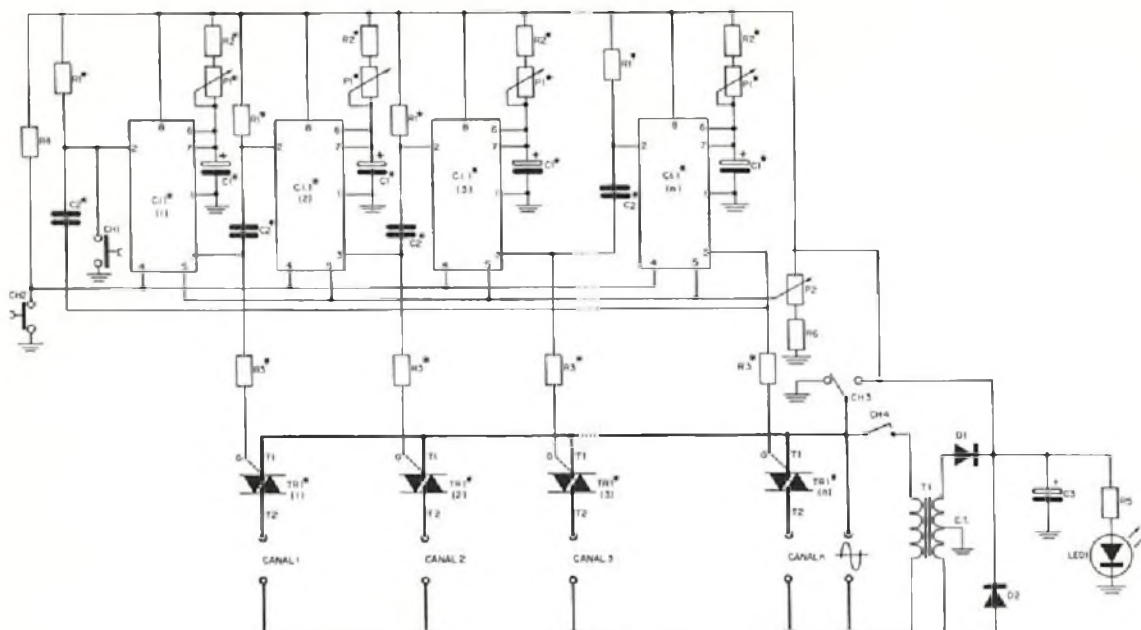
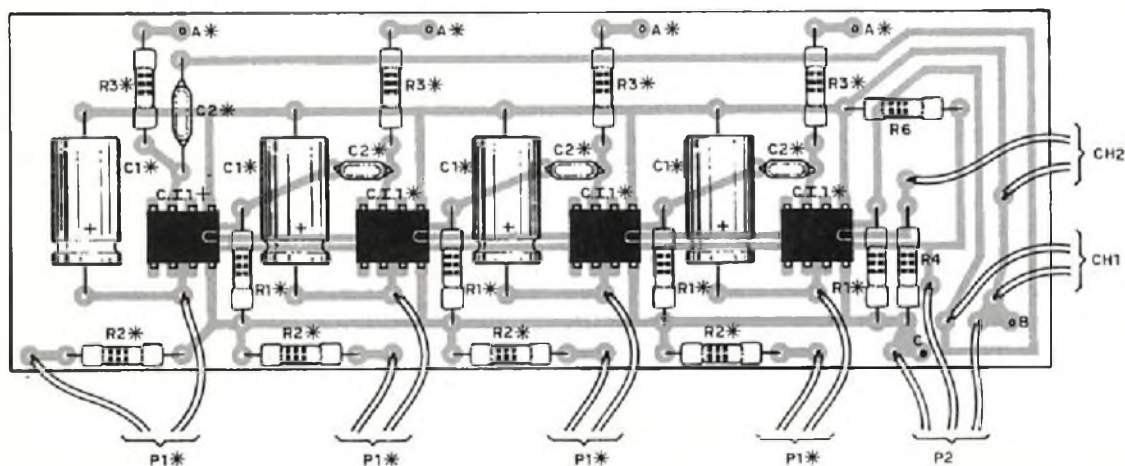
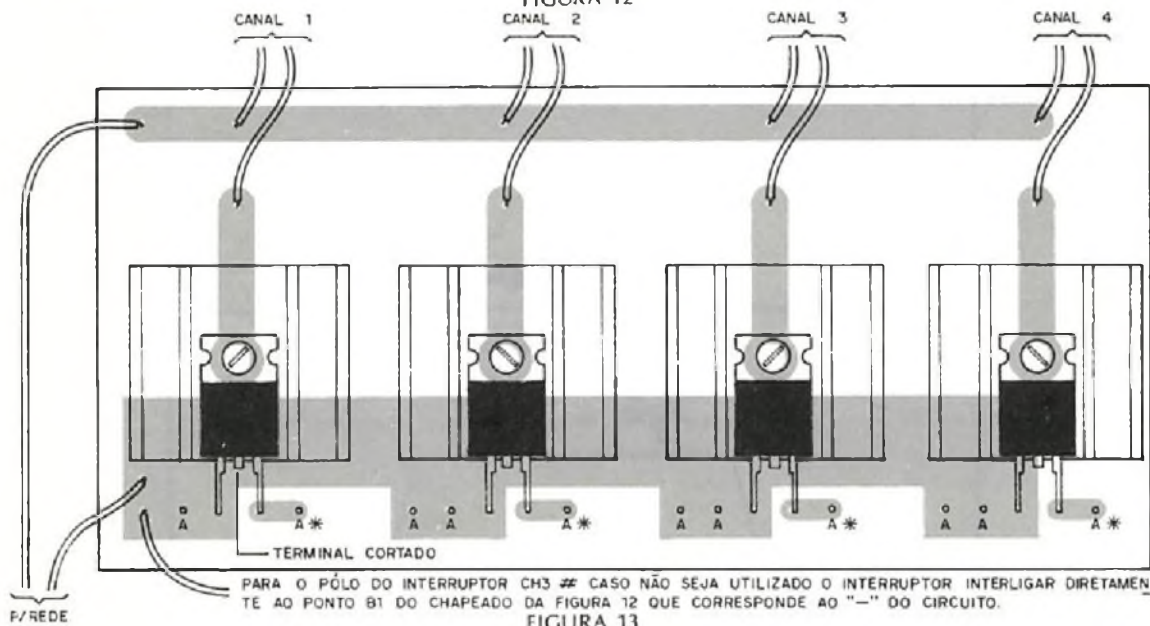

FIGURA 6
FIGURA 9
FIGURA 13
Após essa breve conceituação teórica estamos aptos a entender o funcionamento do nosso circuito sequencial de n canais. Na figura 6 temos o diagrama esquemático completo, incluindo a fonte de alimentação; os componentes assinalados com um asterisco repetem-se para cada canal; se por exemplo quisermos um super sequencial de vinte canais, teremos de adquirir 20 resistências R1, 20 integrados C.I.1, 20 capacitores C2, 20 TRIACs e assim por diante, contudo, apenas será necessária uma resistência R4, um interruptor CH1, um único transformador T1, etc.
O princípio de funcionamento do circuito, figura 6, é dos mais simples conforme veremos a seguir.
Se o interruptor CH3 se encontrar na posição indicada pela figura 6 não haverá circulação de corrente pela junção T1-G dos TRIACs e dessa forma os canais estarão inibidos, ou seja, as lâmpadas a eles conectadas estarão apagadas. Mas se o interruptor CH3 for comutado para a outra posição, que referencia o terminal T1 ao (+) de alimentação, haverá circulação de corrente através de CH3, terminal T1 dos TRIACs, respectivos resistores limitadores R3 e respectivas saídas (em zero volts - repouso) dos integrados; ora, havendo circulação de corrente por essa junção dos TRIACs, eles passam a conduzir "fechando" o "contato" T1-T2 com o que a lâmpada "pendurada" a cada canal irá acender. Daqui nota-se que CH3 é o responsável pelo modo de operação do circuito.
za e o canal 1 seja ativado (estamos supondo que CH3 ocupa a posição indicada pela figura 6); a transição ascendente do sinal de C.I.1\* (1) também é transmitida à entrada 'disparo' do estágio à frente, porém ela será ignorada já que essa entrada, pino 2, é apenas sensível a pulsos de amplitude inferior a 1/3 de +Vcc.
Estando CH3 na posição contrária à indicada na figura 6, todas as saídas, estarão habilitadas quando o dispositivo se encontrar em repouso e tão logo seja ativado através de CH1, será inibido o primeiro canal; momentos após voltará a ficar ativo, porém será a vez do canal 2 ficar inibido, e assim sucessivamente. Por aqui vemos que neste modo de funcionamento todas as lâmpadas ficam ativas exceto uma que, digamos, irá "deslocando-se" de posição para a posição imediatamente posterior, ou em outras palavras: em um momento qualquer, apenas teremos UMA lâmpada apagada (o contrário ocorre quando CH3 aterra os terminais T1 dos TRIACs, figura 6). Ainda em relação a esta modalidade de funcionamento, onde apenas um canal fica desativado, há de se observar o consumo de energia de todo o conjunto o qual em alguns casos, poderá superar a máxima corrente capaz de ser manipulada pela tomada (macho e/ou fêmea) ou pela própria fiação onde estiver ligado o aparelho. De fato, se dispusermos de 21 canais (500W cada) e optarmos por essa última modalidade de funcionamento do circuito onde, neste caso, ficam pelo menos 20 canais ativos, poderemos "puxar" em torno de 20 x 500W, ou seja, 10KW!!! Isso equivale, sob 110 volts, a uma corrente por volta dos 100 ampères! Haja fiação "parruda" para aguentar tal corrente! Isso sem falar nas tomadas!
Cabe aos potenciômetros P1\* estabelecer o tempo, até certos limites, durante o qual o respectivo canal ficará ativo, quer acendendo a lâmpada que serve de carga (CH3 na posição da figura 6), quer apagando-a. Este ajuste individual, pertinente a cada canal, permite inúmeros efeitos como o de ir deixando cada canal, a partir do primeiro, mais tempo ativo; outra idéia é estabelecer os maiores períodos para os canais de ordem par e os menores para os canais de ordem ímpar, ou seja, canais 1, 3, 5, etc. Certamente o leitor encontrará uma quase infinidade de formas diferentes de utilizar essa facilidade oferecida pelo circuito.
Além do ajuste individual pertinente a cada saída ou canal, existe um outro comando que provoca maior, ou menor, velocidade de varredura para o circuito. Estamos referindo-nos ao potenciômetro P2, figura 6: quanto mais se dirigir o seu cursor em direção a +Vcc tão menor se tornará a velocidade de varredura e, em caso contrário, quanto mais próximo do potencial nulo se situar esse cursor tão mais rápida se tornará a varredura, isto é, mais rapidamente o circuito retornará à sua posição inicial, porém manterá a proporcionalidade entre os períodos de temporização individuais; explicando melhor: suponha que dois canais adjacentes, ou não, apresentem, respectivamente, o período de 1 segundo e 0,5 segundo (razão  $1 \div 0,5 = 2$ ), ao girar o cursor de P2 suporemos que o período do primeiro monoestável passe a ser de apenas 0,2 segundo, se isso ocorrer, o outro passará a apresentar um período de temporização de
As linhas mais grossas do desenho da figura 6 sugerem que tais ligações devem ser feitas com fio de grosso calibre compatível com a corrente que irá circular.
Portanto, a primeira coisa a decidir é a quantidade de canais desejada, não ignorando o fato do custo aumentar quase que proporcionalmente a essa quantidade. Também não deve ser deixado de lado as limitações de consumo normalmente existentes nas instalações elétricas conforme foi mencionado anteriormente; isto nos leva a uma segunda decisão: ou montamos o circuito conforme o diagrama esquemático da figura 6, ou retiramos o interruptor CH3 mantendo permanentemente 'aterrado' os terminais T1 dos TRIACs e aí teremos apenas UM canal ativo em dado momento, podendo, neste caso, utilizar-nos da máxima potência de cada canal (500W/110V).
Outro fato é quanto aos diodos retificadores D1 e D2 (figura 6), os quais devem suportar 1,5 vezes esses valores de corrente (os do tipo 1N4007, BY126, BY127, etc. atendem à maioria dos casos). É verdade que para estes componentes o custo não se acentua, a menos que, é claro, haja necessidade de utilizar diodos para uns 20 ampères, ou mais. Mesmo assim o capacitor de filtragem C3 (figura 6) deve ter sua capacitância aumentada conforme for o consumo do aparelho; uma regra bem simples nos diz que ela deve ser de uns 3000  $\mu$ F, ou mais, para cada ampère solicitado pela carga (para o caso do consumo de 1,5A tal capacitância será de 3000  $\mu$ F x 1,5 = 4500  $\mu$ F como valor mínimo).
A figura 9 mostra a distribuição dos componentes sobre a plaqueta, ficando evidenciada a mencionada repetição. Os pontos assinalados por 'A\*' irão ter, por meio de fios flexíveis, às comportas G dos TRIACs como se verá adiante. Dos pontos B e C, também assinalados nessa figura, partirão os fios, flexíveis, que alimentarão o circuito: o ponto B corresponde ao (-) da fonte de alimentação enquanto o C corresponde ao (+).
pontos B e C da primeira placa — vide figura 9. Dos pontos B1 e C1 também partirá um par de fios em direção ao interruptor CH4 (figura 6) que, como sabemos, é optativo.
A figura 13 mostra a distribuição dos componentes sobre a placa. As ligações com a rede elétrica devem ser realizadas com fio de diâmetro adequado, capaz de permitir a passagem da corrente solicitada pela carga "pendurada" aos canais, sem, no entanto, aquecer-se; nas ligações da carga, no caso lâmpadas, também deve-se utilizar fio de calibre propício, porém mais fino que o primeiro.
Os furos assinalados por 'A\*' (figura 13) devem ser interligados aos respectivos pontos 'A\*' marcados no chapeado da figura 9; não há necessidade de fio flexível de grosso calibre.
Ainda em relação ao chapeado da figura 13 notamos a presença de alguns furos, furos 'A', aparentemente sem qualquer utilidade, no caso em que se prevê elevados valores de corrente c.a. circulando pelo circuito, convém interligar entre si esses pontos com fio compatível com a corrente a circular de forma a "aliviar" o filete de cobre que também é responsável